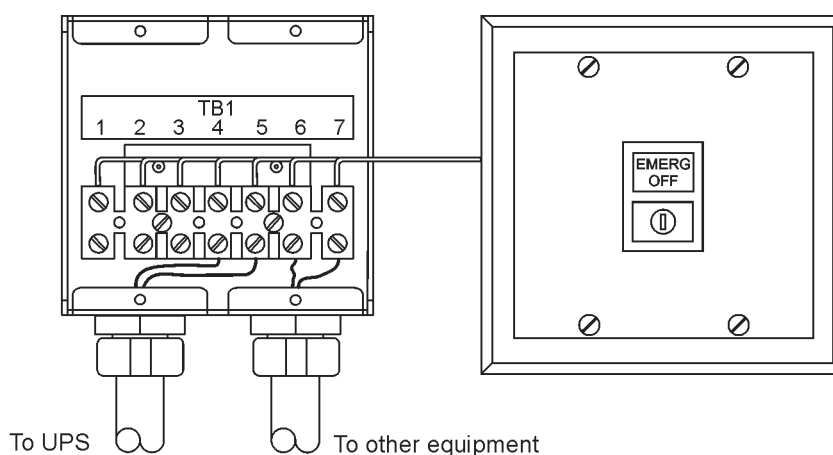

Рис. 4-13. Удаленный выключатель ЕРО
Удаленный выключатель ЕРО используется при аварийных ситуациях для дистанционного выключения ИБП и питания критической нагрузки. Рис. 4-13 показывает удаленный выключатель ЕРО
11. Если необходимо, подключите проводку удаленного выключателя ЕРО к выключающей цепи защитных устройств. Нормально-разомкнутый (НР) контакт находится между клеммами 6 и 7 удаленного выключателя ЕРО (где применимо), как показано на Рис. 4-13. Проводка удаленного выключателя ЕРО должна подключаться согласно электротехническим правилам и нормам.